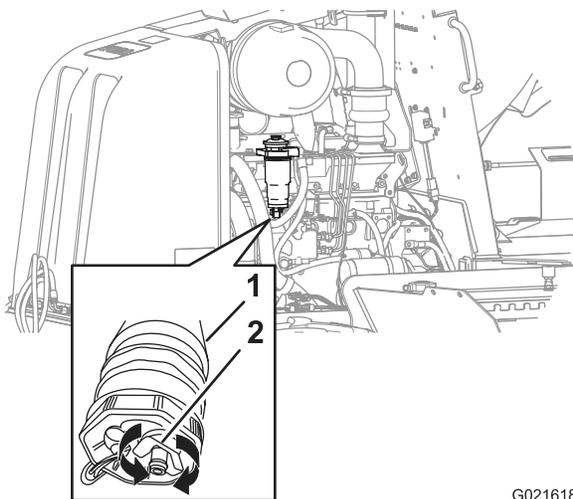

Figura 52
2. Coloque un recipiente de vaciado pequeño debajo del filtro de combustible secundario (Figura 52).
3. Gire la válvula de vaciado, en la parte inferior del filtro de combustible secundario, 2 o 3 vueltas en sentido antihorario, y drene el agua y los sedimentos del separador de combustible/agua del filtro de combustible (Figura 52).
4. Cuando aparezca combustible limpio, gire la válvula de drenaje en sentido horario hasta que se cierre (Figura 52).